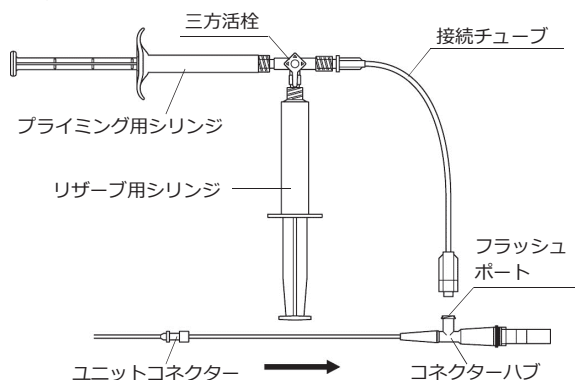

図2 接続チューブの接続
- (5) ジョイントをカテーテルホルダーから外し、コネクターハブを持ち、手元内管を図2の矢印の方向へ手元外管から引き出す。
- (6) 付属のシリンジと接続チューブ（三方活栓付き）を図2のように組み合わせ、内部をヘパリン加生理食塩液で満たす。次に接続チューブをフラッシュポートに接続し、ヘパリン加生理食塩液をプライミング用シリンジから本品にゆっくりと2回注入（フラッシュ）する。なお、フラッシュできない場合は、三方活栓のコックの位置を確認し、再度フラッシュすること。改善がみられない場合は、使用を中止し、新しいカテーテルに交換すること。